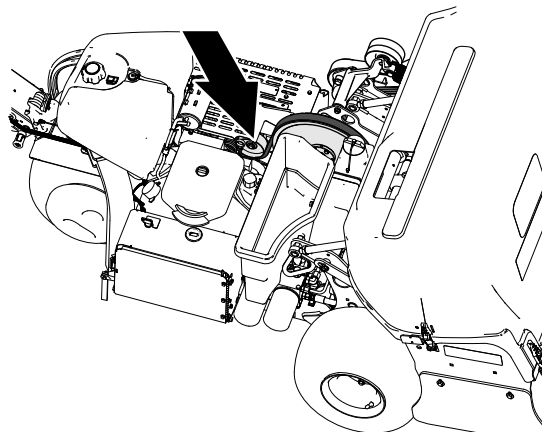

**Figura 175**
2. Inspeccione la bomba hidráulica, el eje secundario y las correas del cigüeñal (Figura 175) en busca de daños, desgaste, grietas excesivas en la amortiguación o grandes cantidades de residuos impregnados.